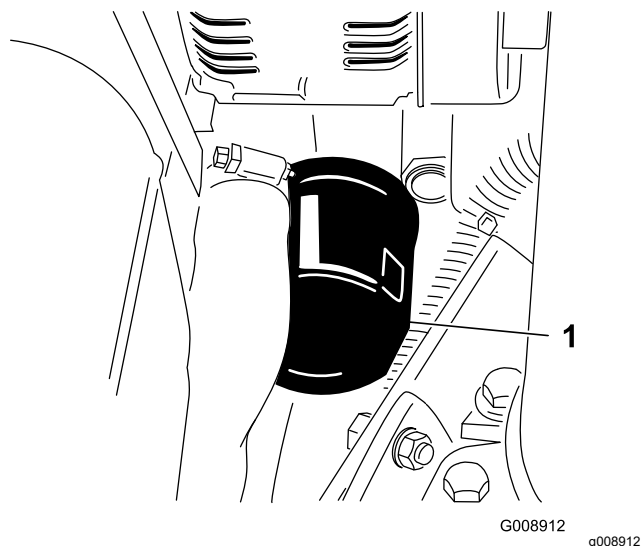

Figura 62
2. Retire o filtro do óleo (Figura 62).